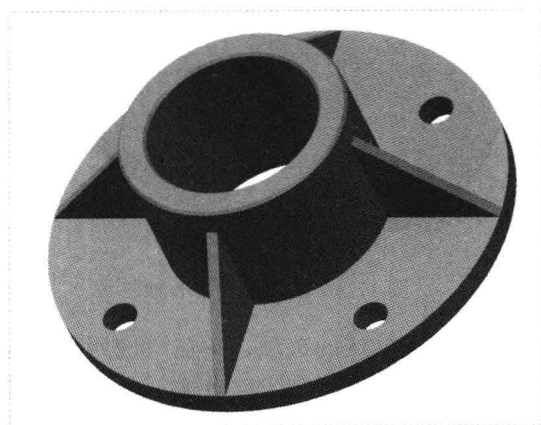

图 17-15 法兰盘效果
Step 06 执行操作后，单击“应用并保存在工具中所做的所有更改，然后关闭工具操控板”按钮 , 完成边倒角特征的创建，此时即可完成法兰盘的制作，效果如图 17-15 所示。